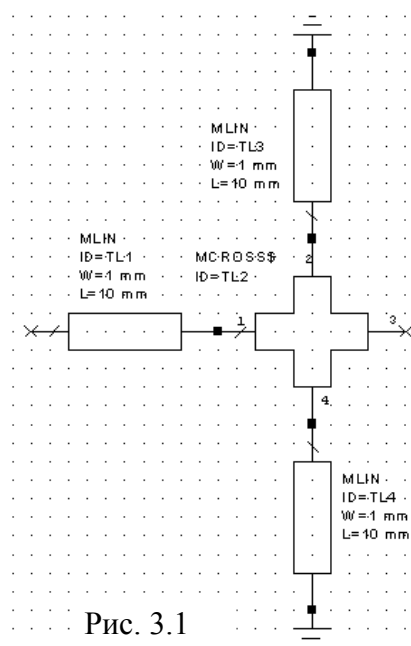

Рис. 3.1
9. Снова щёлкните по значку **Ground** на панели инструментов, два раза щёлкните правой кнопкой мышки и соедините землю с верхним выводом верхнего элемента **MLIN**. Полученная схема первого резонатора показана на рис. 3.1.